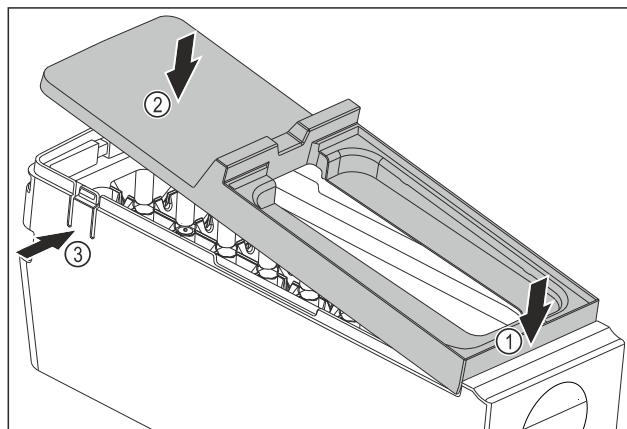

Fig. 85
- ▶ Montáž krytu korpusu EasyTwist-Ice: Nasadte kryt na přední stranu. Fig. 85 (1)
- ▶ Spusťte kryt vzadu dolů. Fig. 85 (2)
- ▷ Kryt slyšitelně zaklapne v obou lamelách Fig. 85 (3).